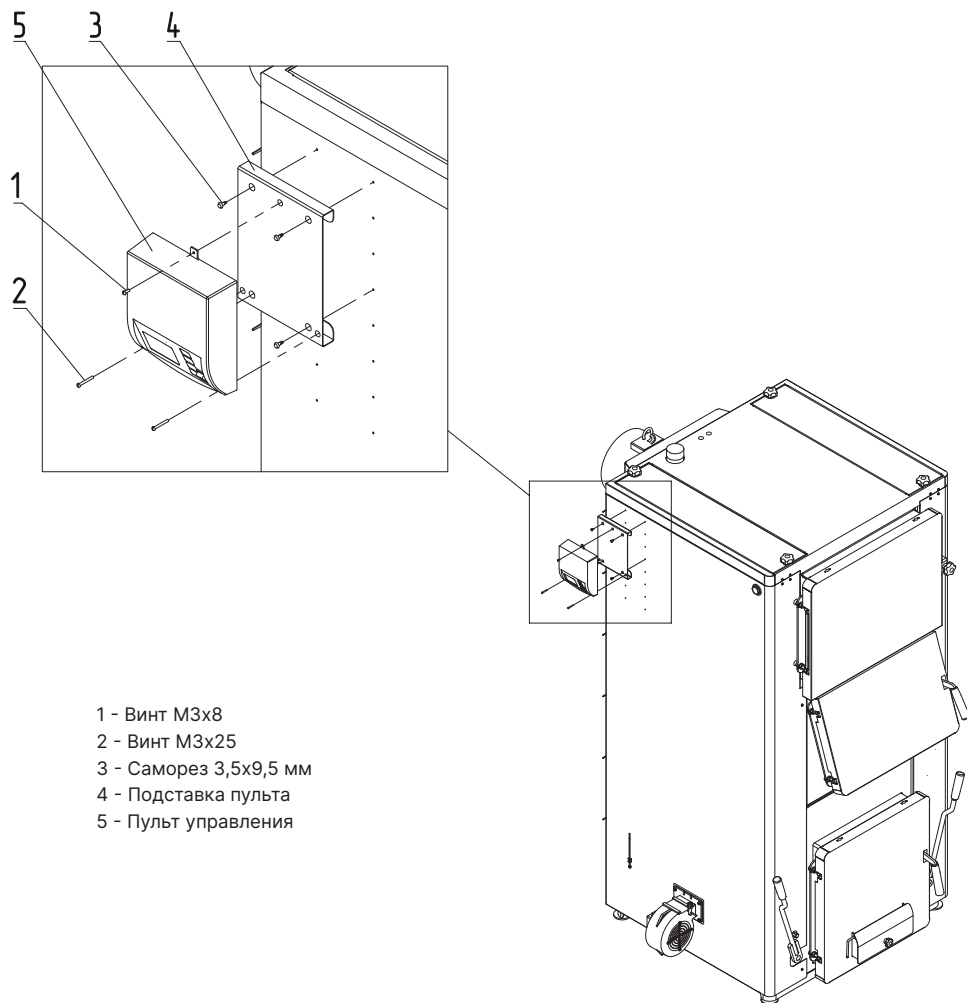

Рис.20 Установка пульта управления на котел ZOTA Magna 60 - 100 кВт
- Закрепить подставку пульта (поз.4 Рис.20) саморезами (поз.3 Рис.20) на левой или правой стенке котла;
- На подставку пульта установить пульт управления (поз.5 Рис.20) и зафиксировать его винтами (поз.1, 2, Рис.20).